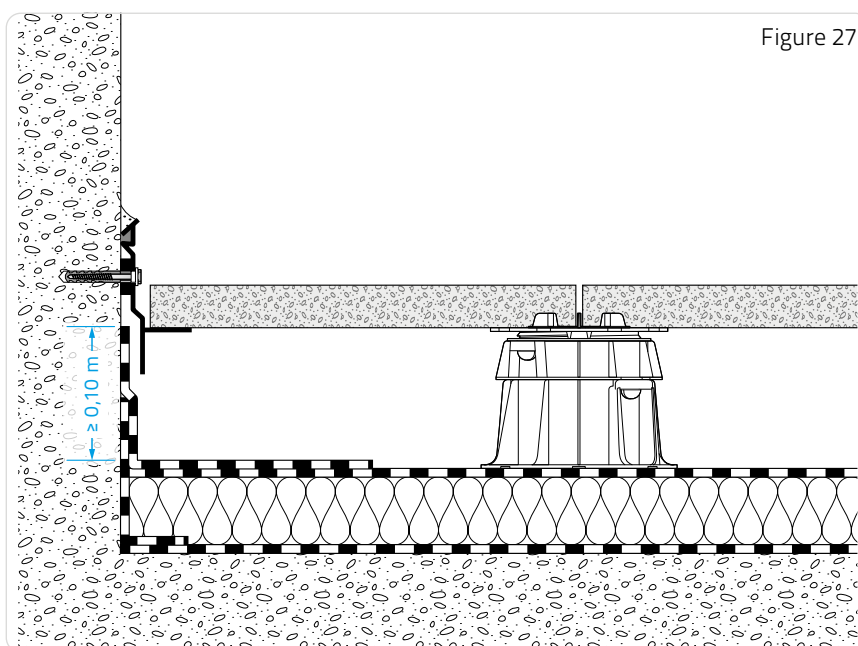

Figure 27
□ Dispositifs en tête des relevés (niveau fini des dalles à une altitude supérieure à celui de la tête des relevés d'étanchéité) (Figure 27).
□ Dispositif en tête (niveau fini des dalles à une altitude supérieure à celui de la tête des relevés d'étanchéité) (Figure 27).